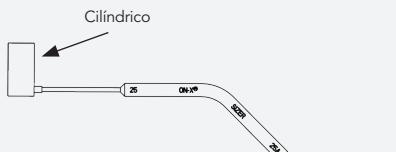
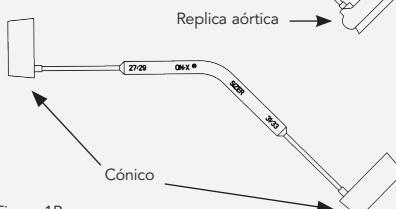

Figura 1A
Figura 1B
Instrumentos de medição – Os instrumentos de medição são utilizados para medir o diâmetro resultante do anel tecidual após o anel ser preparado para implantação. Os instrumentos de medição são concebidos para serem utilizados na medição de válvulas aórticas e mitrais e incluem a designação dos tamanhos. Os instrumentos de medição são cilíndricos para as válvulas com um tamanho entre 19 mm e 25 mm (Figura 1A), e cónicos para as válvulas com um tamanho entre 27/29 mm e 31/33 mm (Figura 1B). Para facilitar a selecção do instrumento de medição, consulte a Tabela 1.
– O instrumento de medição de réplica aórtica (Figura 1A) molda o perfil da válvula aórtica On-X®. É utilizado após a medição para garantir o ajuste da válvula aórtica sem obstrução das artérias coronárias. São fornecidos instrumentos de medição de réplica aórtica para as válvulas aórticas com um tamanho entre 19 e 25 mm, quando o anel de sutura da válvula foi concebido para permanecer na posição supra-anular. A válvula aórtica de 27/29 mm tem um design intra-anular e o respectivo instrumento de medição de réplica foi concebido para moldar este posicionamento.